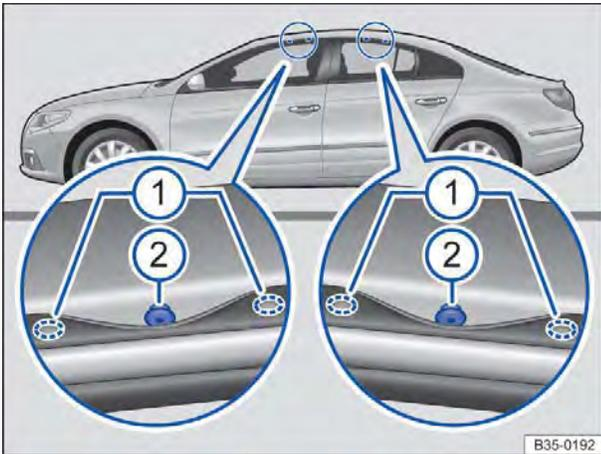

Fig. 109 Abaixo das vedações de borracha da porta dianteira e traseira: pontos de fixação para os suportes de base
De cada lado do veículo há duas marcações sobre as vedações de borracha da porta, tanto na frente como atrás ⇒ Fig. 109 ①.